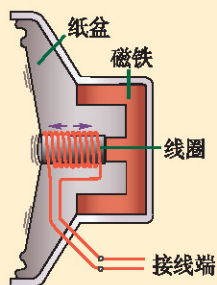

图 1-7-6
2. 音箱设备中的扬声器,可以把放大的音频电信号还原成声音.小型扬声器的内部构造如图1-7-6所示,说明扬声器是怎样工作的.(接线端加有与声音频率相同的电压信号)